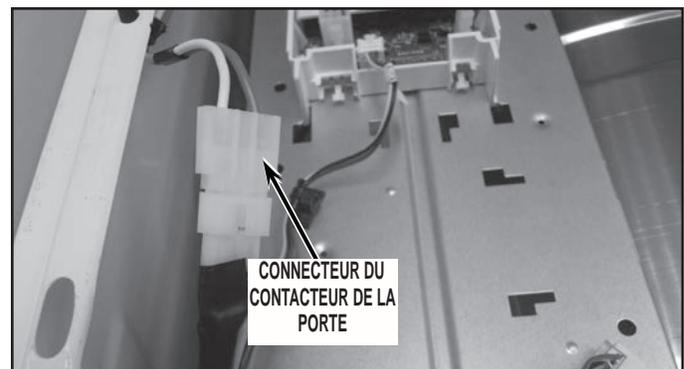

FIGURE 6
- Débrancher le connecteur du contacteur de la porte. Voir la *Figure 6*.